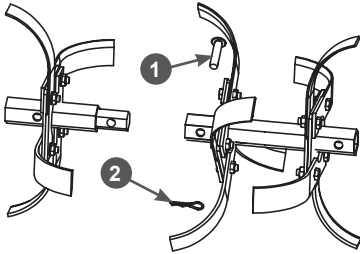

Рис. 13. Соединение основной и дополнительной секций фрезы
- Соедините основную и дополнительную секции фрезы. Вставьте хвостовик дополнительной секции фрезы в основную секцию, совместите отверстия, вставьте палец 1 и зафиксируйте палец шплинтом 2 (Рис. 13).